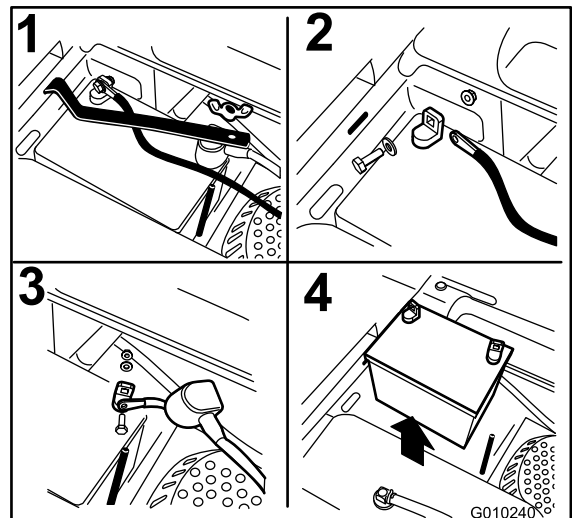

Figura 46
3. Retire la tuerca de orejeta que sujeta la abrazadera de la batería (Figura 46).
4. Retire la abrazadera (Figura 46).
5. Primero desconecte el cable negativo (negro) del borne negativo (Figura 46-) (negro) de la batería ().
6. Retire la cubierta de goma roja del borne positivo (rojo) de la batería y retire el cable positivo (+) (rojo) (Figura 46).
1. Coloque la batería en la bandeja con los bornes en el lado opuesto del depósito de combustible (Figura 46).
4. Fije los cables con 2 pernos, 2 arandelas, y 2 contratueras (Figura 46).
6. Instale la abrazadera y sujétela con la tuerca de orejeta (Figura 46).